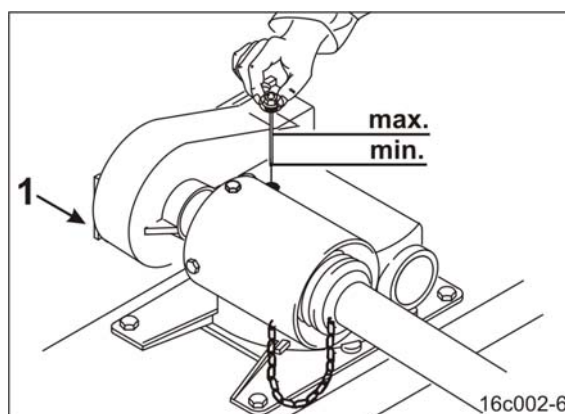

Bild 177
2. Skruva loss oljetappningsskruven (Bild 177/1).